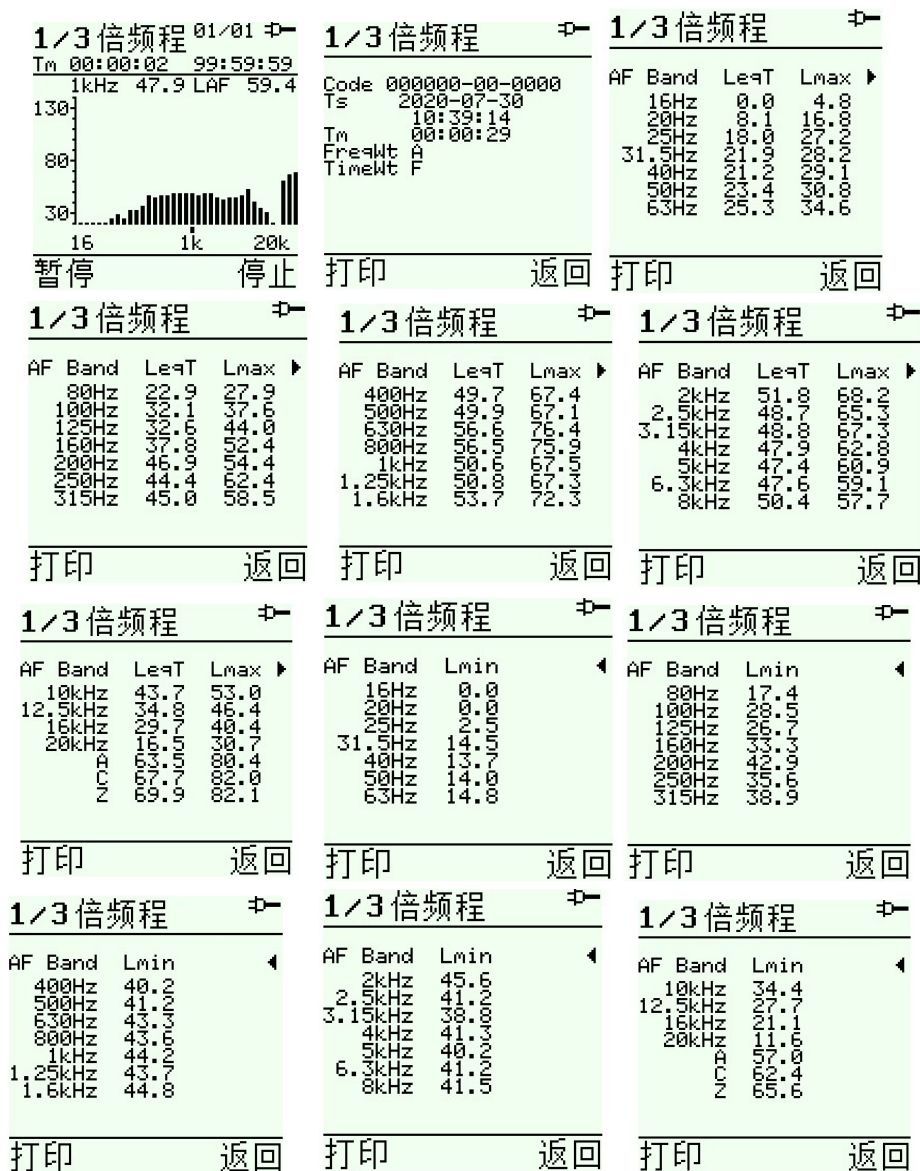

图 21 三分之一倍频程测量
- 选中“模式”项，按“确定”键（功能键 1）进入测量模式，选择“1/3 倍频程”，按“确定”键进入三分之一倍频程测量界面，见图 21。
20 Hz、25 Hz、31.5 Hz、40 Hz、50 Hz、63 Hz、80Hz、100Hz、125Hz、160 Hz、200Hz、250Hz、315Hz、400Hz、500Hz、630Hz、800Hz、1 kHz、1.25 kHz、1.6 kHz、2kHz、2.5 kHz、3.15 kHz、4 kHz、5 kHz、6.3 kHz、8 kHz、10 kHz、12.5 kHz、16kHz和20kHz) 以及A、C、Z计权下等效连续声级、最大值、最小值以及 $T_m$ 测量值, 见图21。
e) 积分时间到自动停止测量或手动中止测量, 声级计进入测量结果显示界面, 见图 21, 此时可查看测量结果, 也可打印测量结果。